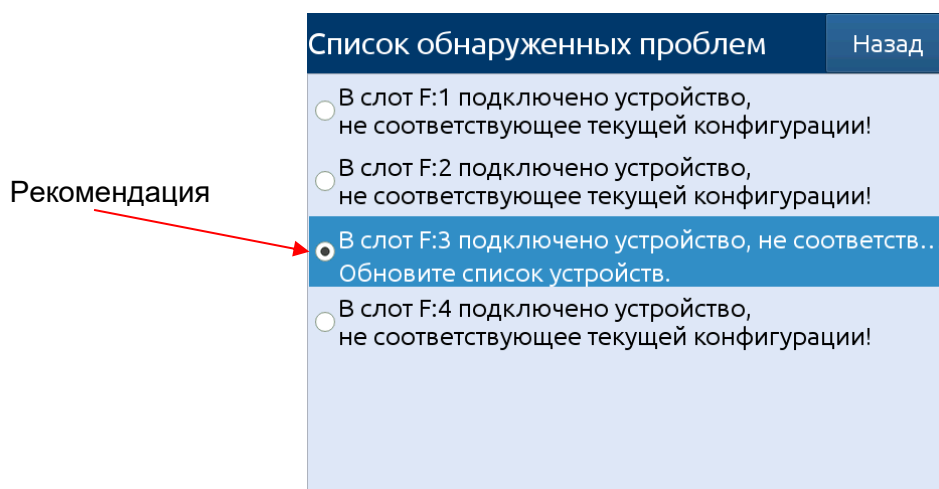

Рисунок 2.37 – Экран «Список обнаруженных проблем»
2.11.2 Кнопка «Список обнаруженных проблем» открывает меню, содержащее список ошибок в конфигурации прибора (см. рисунок 2.37). При выборе одного из элемента списка будет выведена краткая рекомендация по устранению выбранной проблемы.